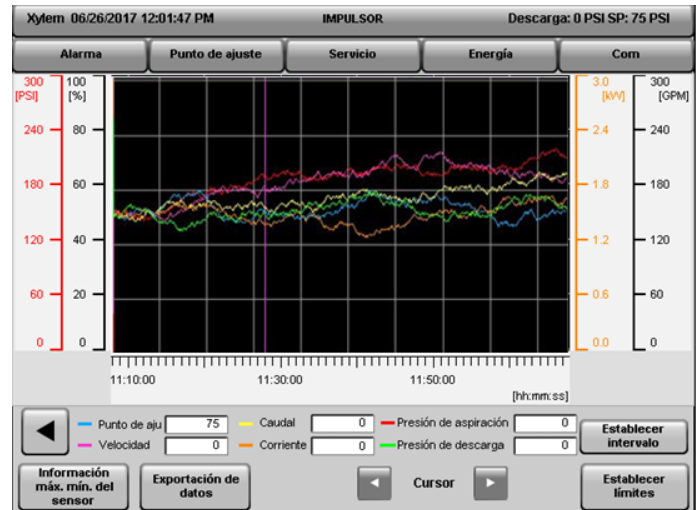

Figura 5.8.1: Pantalla de tendencias
Al lado del indicador de estado de alarma en la pantalla de inicio, hay un botón  para abrir la pantalla de tendencias, tal como se muestra en la Figura 5.1 (12). Cuando se presiona este botón de tendencia, se abrirá la pantalla de tendencias, tal como se muestra en la Figura 5.8.1